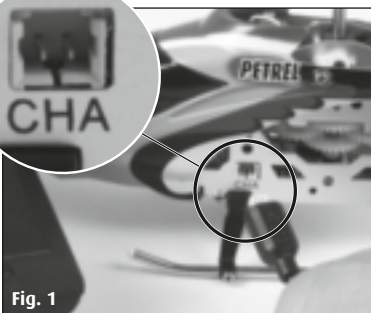

Fig. 1
2. Enchufar el conector del cable de carga cuidadosamente en la hembrilla de carga del helicóptero (Fig. 1). El conector debe permitir ser enchufado suavemente en la hembrilla de carga – NO EMPLEAR VIOLENCIA. Si el conector no se enchufa correctamente en la hembrilla de carga, el helicóptero puede ser dañado y bajo ciertas circunstancias existir riesgo de lesiones.
- b. Enchufar el conector del cable de carga cuidadosamente en la hembrilla de carga del helicóptero (Fig. 1). El conector debe permitir ser enchufado suavemente en la hembrilla de carga, el helicóptero puede ser dañado y bajo ciertas circunstancias existir peligro de lesiones.
Antes de conectar, el regulador de empuje (regulador izquierdo del control remoto) debe señalar hacia abajo. A continuación colocar el interruptor del control remoto en "ON" (Fig.1). entonces se enciende el red rojo Power-ON.